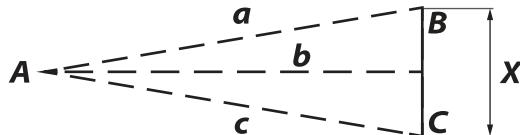

Рис. 6
4. В третьем варианте необходимо измерить длину «*X*», где «*X*» - сторона «*BC*» треугольника «*ABC*». (Рис. 6).